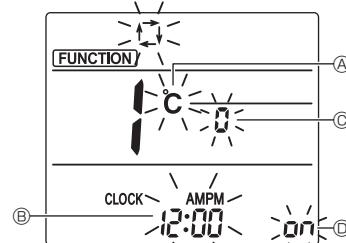

Fig. 6-11
- Vérifiez que la fonction n° «1» est affichée puis appuyez sur la touche Ⓑ SET ③. L'écran de réglage de l'affichage s'affiche. (Fig. 6-11)